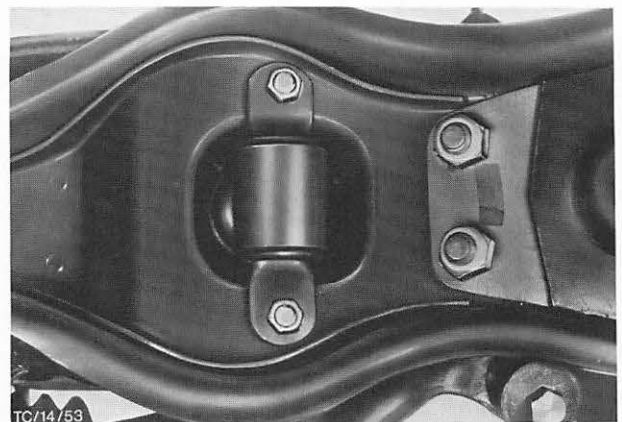

Abb. 53 Untere Befestigung – Stoßdämpfer
6. Stoßdämpfer in Einbaulage bringen und untere Befestigungsmuttern, Abb. 53, mit vorgeschriebenem Drehmoment festziehen. Obere Schraube einschieben und Mutter mit vorgeschriebenem Drehmoment aufschrauben.